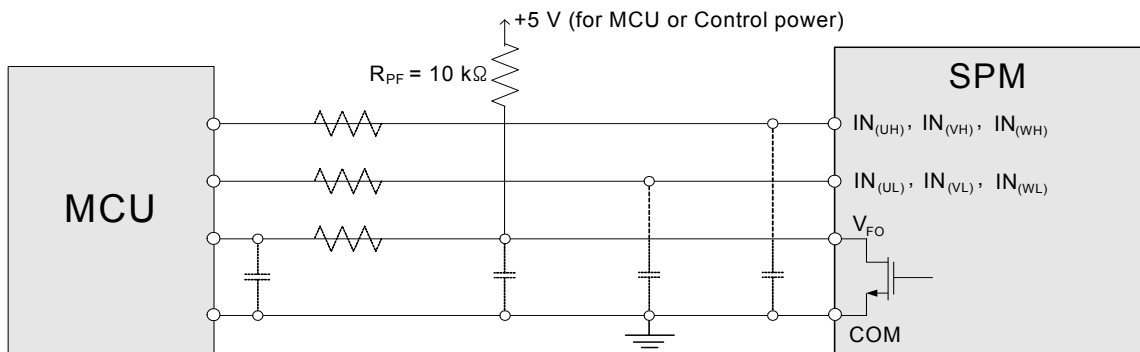

图 14. 推荐的 MCU I/O 接口电路
- 3) VFO 输出是漏极开路型。此信号线应该用电阻上拉至 MCU 或控制电源正极，以使 IFO 达到 1mA（请参考图 14）。